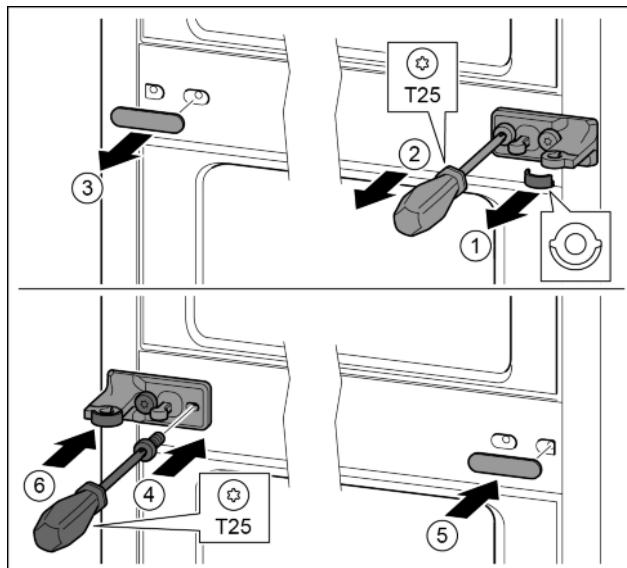

Fig. 32
- Stáhněte podložku. Fig. 32 (1)
- Šroubovákem T25 vyšroubujte šrouby. Fig. 32 (2)
- Opatrně stáhněte kryt. Fig. 32 (3)
- Stojan ložiska s fólií otočený o 180° pevně přišroubujte na druhé straně. Fig. 32 (4)
- Kryt otočený o 180° připevněte na druhé straně. Fig. 32 (5)
- Zepředu nasuňte podložku. Fig. 32 (6)